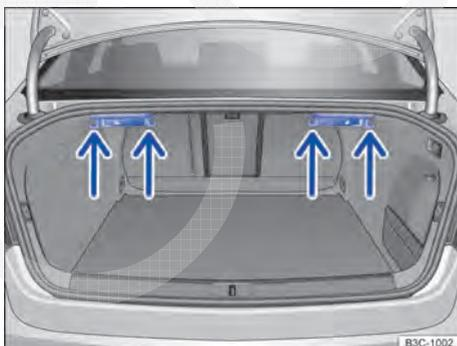

Fig. 109 No compartimento de bagagem: ganchos para sacolas (setas).
- Pendurar sacolas em um dos ganchos para sacolas ⇒ Fig. 109 (seta).